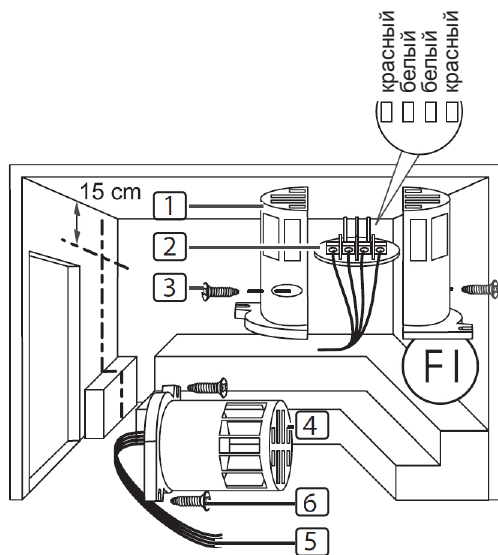

Рис.4 Монтаж датчика печи (F1)
3. Подключите четыре жилы проводки датчика 5 в соответствии с **Рис.4**.
4. Установите контактную пластину 2 поперек обеих половин корпуса датчика (в соответствии с **Рис.4**).